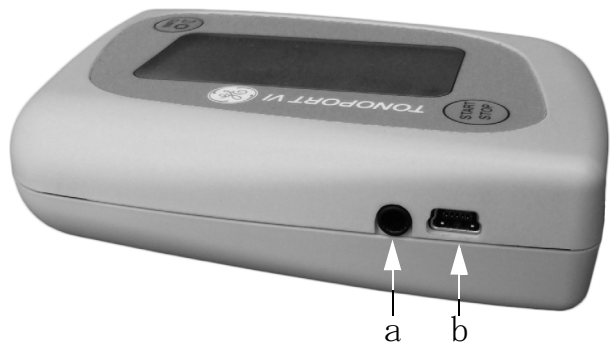

図 5-1 PC ケーブルの接続
- TONOPORT VI の USB ポートを使用する場合はケーブル 2001589-040 (図 5-1 の b)
- TONOPORT VI のシリアルポートを使用する場合はケーブル 2001589-011 (図 5-1 の a)
TONOPORT VI の *USB* ポート (図 5-1 の *b*) を使用するには、*USB ドライバ*をインストールし、下記に従って通信を確認する必要があります。